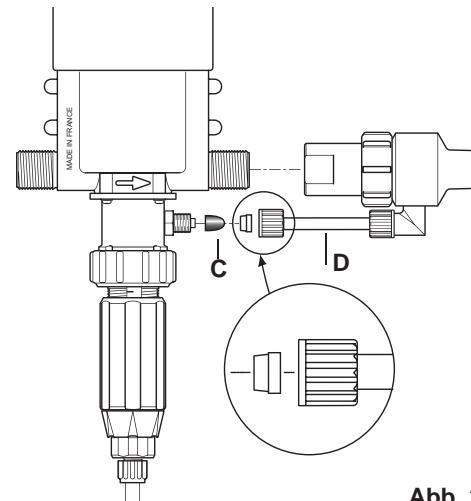

Abb. 2
Für Modelle mit Ausseneinspritzung (IE), die den Einsatz von bestimmten korrosiven Konzentratoren ermöglichen, wird der Dosatron zusätzlich mit einem Einspritzstutzen (Fig. 2-D) geliefert.